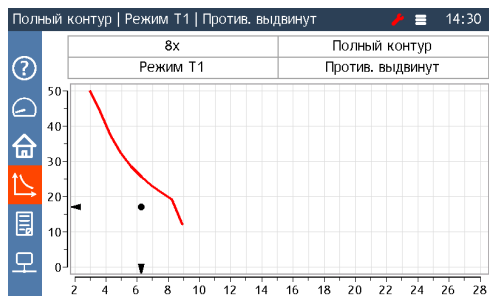

Рисунок 7. Экран грузовой характеристики
5. Проверить правильность выбора типа груза, установки кратности полиспаста и противовеса, положения опорного контура и стрелового оборудования (см. рисунок 7).